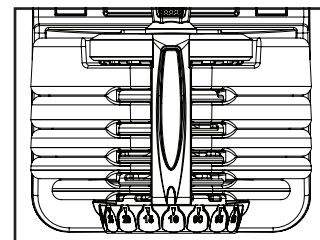

Figure 1
3. Les incréments de poids varient de 10 lbs à 90 lbs (4,5 kg à 41 kg) sur les deux boutons de réglage. Pour sélectionner un poids donné correctement (20 lbs [9 kg] par exemple), tournez les deux boutons de réglage jusqu'à ce que 20 soit aligné avec la flèche située sur le bord extérieur de la plaque signalétique Bowflex® (Fig.1).